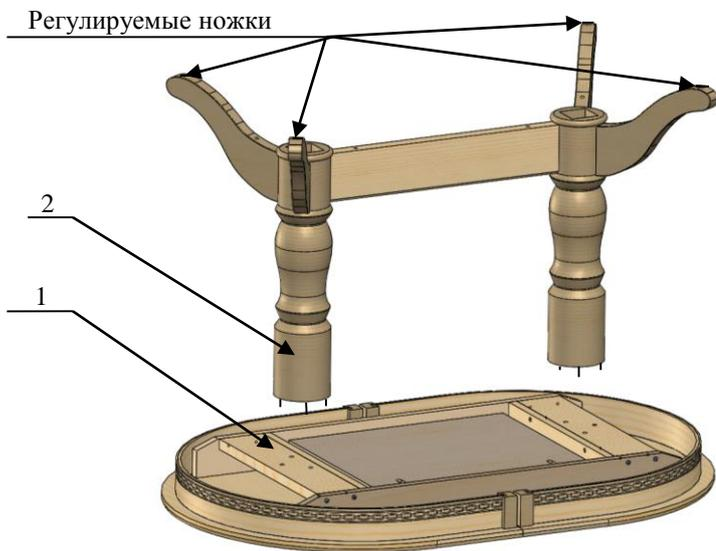

Рис. 2.
3.7 Соединить собранный узел с подстольем, вставив шпильки, ввинченные в верхние части ног (2), в отверстия на опорных брусках подстоля столешницы в сборе(1) рис.2. Закрепить ноги с подстольем посредством гаек (5), через шайбу (11).